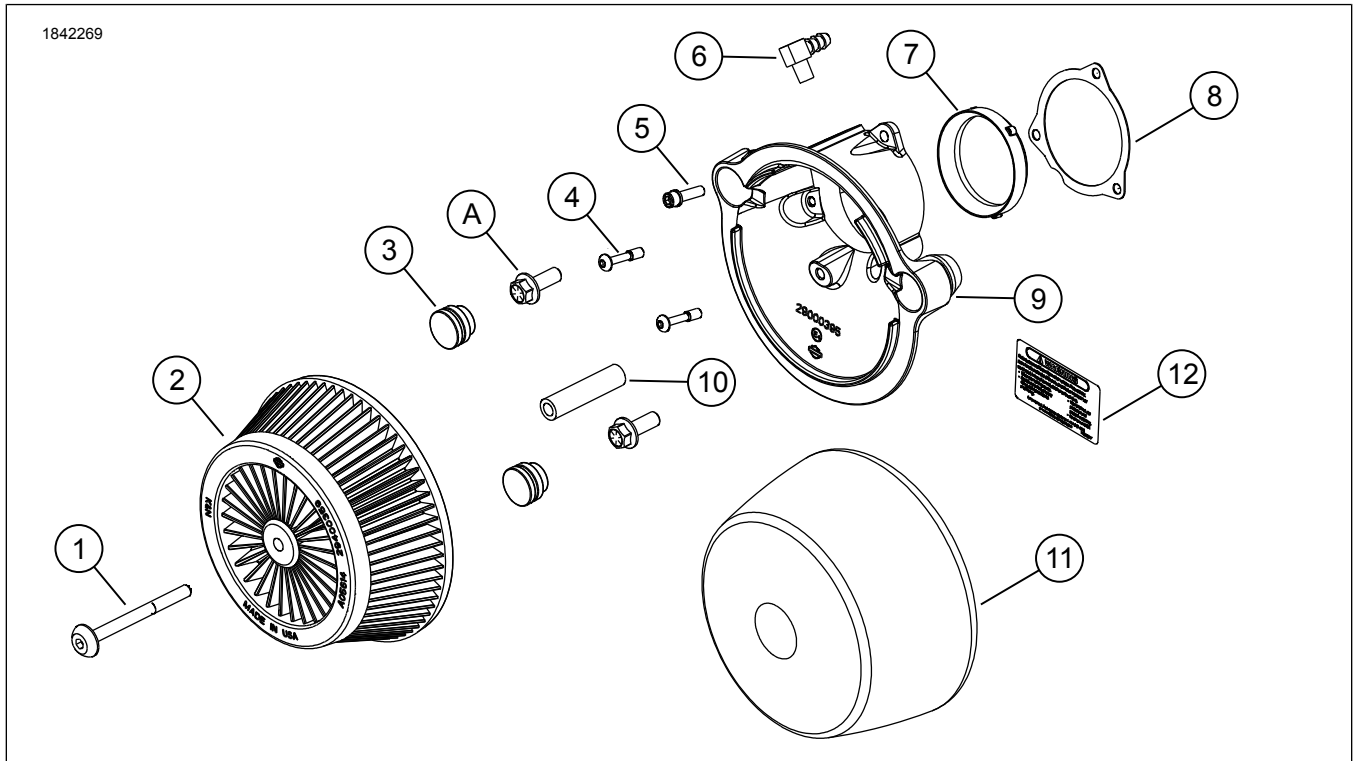

Figure 1. Contenu du kit : Filtre à air Extreme Circle Screamin' Eagle
1. Voir la figure 1. En cas d'utilisation d'un corps de papillon Équipement d'origine, insérer l'adaptateur de corps de papillon (10) dans la plaque arrière (11).
2. Mettre en place le joint sur la plaque arrière (9).
3. Installer le raccord de reniflard (8) sur la plaque arrière (11) de manière à ce qu'il soit aligné sur le tuyau de reniflard Équipement d'origine.
4. Installer la plaque arrière (9) sur le corps de papillon.
- a. Installer les vis captives (12).
- b. Installer la vis à tête creuse (7) à l'emplacement supérieur. Serrer.
- a. Voir la figure 1. Installer le filtre à air (13) et le couvercle (14).
- b. Poser les vis (12). Serrer.